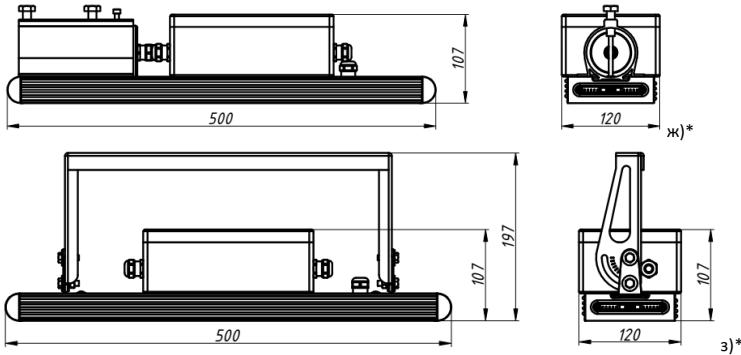
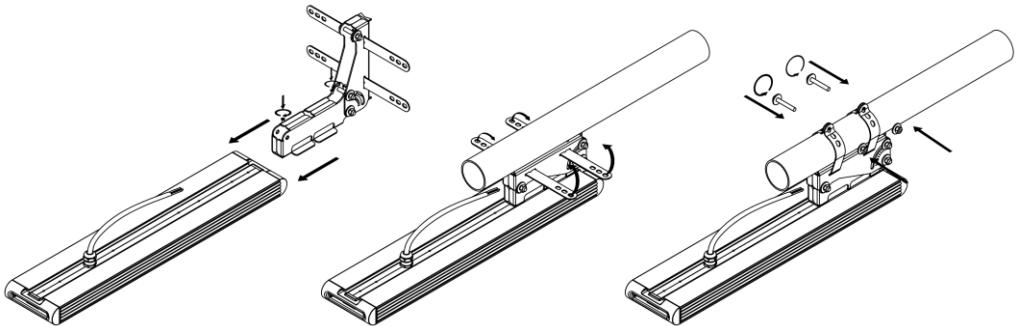

Рисунок 5 — Варианты крепления светильника Element БАП (на примере корпуса 0,5x1):
Рисунок 6 — Установка крепления Консоль с регулировкой (на примере Element 0,5x1).
3.3. На задней части светильника конструкцией предусмотрена установка системы крепления (см. рисунок 5). В зависимости от варианта установки светильника существует 8 типов крепления:
- 5.4.2. Распакуйте крепление и установите на светильнике (см рисунок 6). Заведите крепление в паз на корпусе светильника. Для фиксации крепления на корпусе светильника имеются 2 отверстия. Совместите отверстия на креплении с отверстиями на корпусе. Шаг между винтами на креплении должен совпадать с шагом между винтами на корпусе. Вкрутите два винта M5, идущих в комплекте для фиксации крепления на корпусе светильника.
- 5.4.4. Обогните два хомута вокруг трубы (см. рисунок 6). Труба не должна упираться в гермоввод на корпусе светильника.
5.6.1. Распакуйте крепление и установите на светильнике (см рисунок 6). Заведите крепление в паз на корпусе светильника. Для фиксации крепления на корпусе светильника имеются 2 отверстия. Совместите отверстия на креплении с отверстиями на корпусе. Шаг между винтами на креплении должен совпадать с шагом между винтами на корпусе. Крепление должно встать симметрично поперечной оси светильника. Вкрутите два винта M5, идущих в комплекте для фиксации крепления на корпусе светильника (см. рисунок 5, б).
5.6.3. Подготовьте поверхность, разметьте места крепления под скобу, согласно расположению отверстий на скобе (см. рисунок 5, б), просверлите отверстия на монтажной поверхности.
5.8.1. Распакуйте крепление и установите на светильнике (см рисунок 5, г). Заведите крепление в паз на корпусе светильника. Для фиксации крепления на корпусе светильника имеются 2 отверстия. Совместите отверстия на креплении с отверстиями на корпусе. Шаг между винтами на креплении должен совпасть с шагом между винтами на корпусе. Вкрутите два винта M5, идущих в комплекте для фиксации крепления на корпусе светильника. Крепление должно встать симметрично поперечной оси светильника.
5.8.3. Подготовьте поверхность, разметьте места крепления под кронштейн, согласно расположению отверстий на ответной части кронштейна (см. рисунок 5, г), просверлите отверстия.
5.8.4. Закрепите светильник при помощи болтов/винтов на поверхности. С помощью поворотного кронштейна выставите нужный угол поворота светильника (см. рисунок 6). Затяните болты.
5.9.1. Распакуйте крепление и установите на светильнике (см рисунок 5, д). Заведите крепление в паз на корпусе светильника. Для фиксации крепления на корпусе светильника имеются 4 отверстия. Совместите отверстия на креплении с отверстиями на